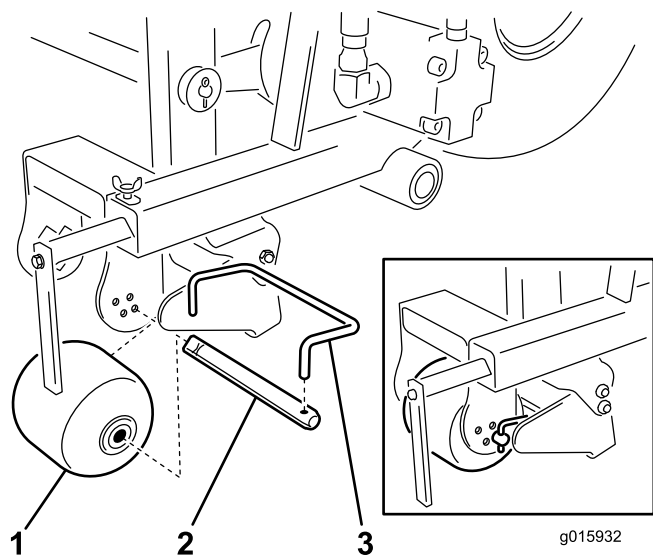

Figure 20
3. Retirez la tige de racloir sur l'axe de galet (Figure 20)
4. Déposez l'axe du galet (Figure 20).